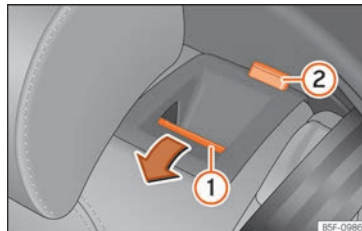

Abb. 67 Rücksitz: Rücksitzlehne vorklappen.
- Entriegelungstaste »» [Abb. 67] ① nach vorn drücken und gleichzeitig die Rückenlehne umklappen. Die Rücksitzlehne ist entriegelt, wenn die Rückenlehne nach vorn geschleudert werden.